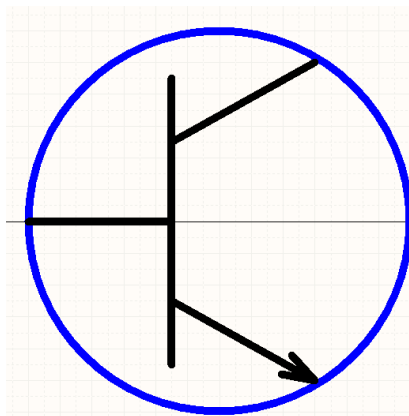

Рис. 2.11
3) За допомогою команд **Place-Line** та **Place-Full Circle**, намалуйте чотири лінії та коло так як зображено на Рис. 2.11. За необхідності, можна натиснути клавішу **[Tab]**, щоб відкрити вікно налаштувань параметрів лінії. Для того щоб намалювати лінію під